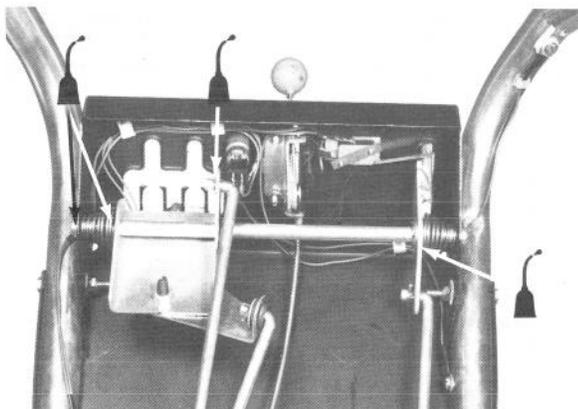

Abb. 26
1. Die Gelenkstellen des Gestänges mit ein paar Tropfen Öl SAE 10W-40 versehen (Abb. 26 und 27). Überschüssiges Öl abwischen.